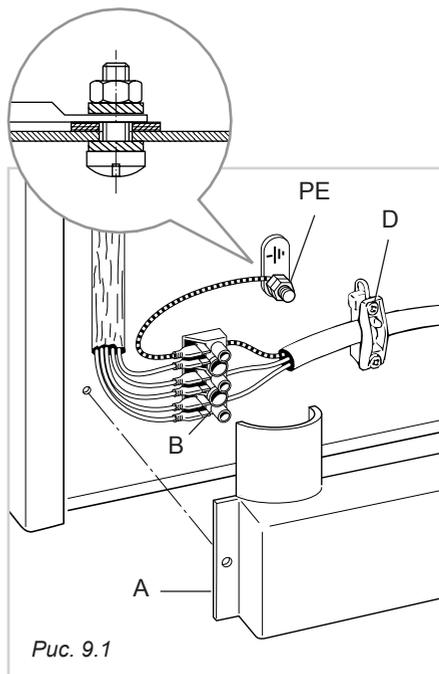

Рис. 9.1
- Открутите винты, фиксирующие защитную пластину А на задней стороне плиты (Рис. 9.1).
- Подсоедините провода к клеммной панели В, как показано на рисунке 9.2, или фазовый провод к клеммной панели В, а заземляющий провод – к клемме РЕ (Рис. 9.1).